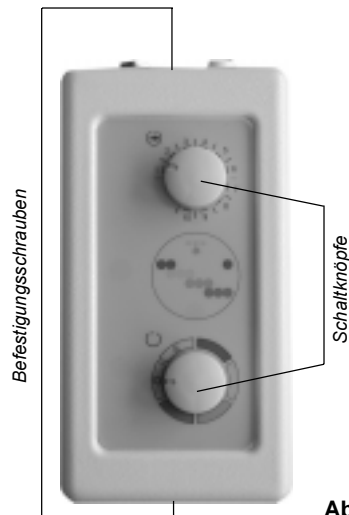

Abb. 1
- Hierzu werden die Schaltknöpfe mit leichtem Zug von den Schaltachsen abgezogen und die 2 Befestigungsschrauben unten und oben (Abb. 1) gelöst.